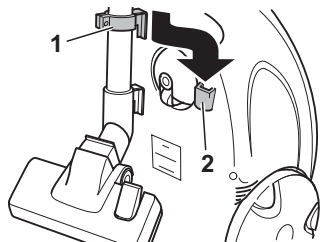

Abb. 15
- Zum **Abstellen** können Sie auch die Verstaualterung (Abb. 15/2) an der Unterseite des Bodensaugers verwenden. Hier können Sie den Verstauhaken (Abb. 15/1) am Teleskoprohr einhaken (Abb. 15).